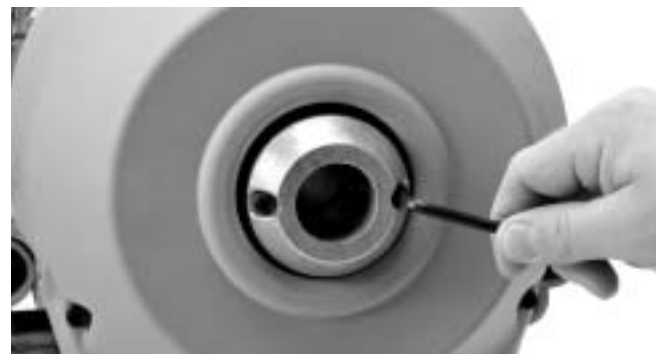

Figura 11 – Recambio de las mordazas del embrague
2. Extraiga los tornillos de la pieza saliente (Figura 11).